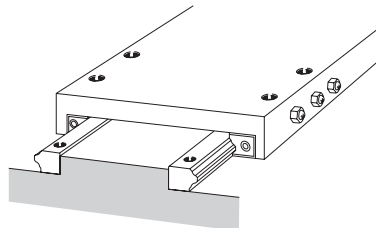

Abb. 23
- (3) Die Führungswagen am Tisch montieren und die Befestigungsschrauben provisorisch festziehen. Den mit den Führungswagen versehenen Tisch auf die Führungsschienen vorsichtig aufschieben.
- (4) Ziehen Sie die Spieleinstellschrauben wechselseitig an, um das Spiel einzustellen. Wenn zum Erlangen einer hohen Steifigkeit eine relativ hohe Vorspannung angebracht wird, kontrollieren Sie das Anzugsdrehmoment bzw. den Verschiebewiderstand.
- a. Es ist ratsam für jeden Führungswagen drei Spieleinstellschrauben zu verwenden (siehe Abb. 23).